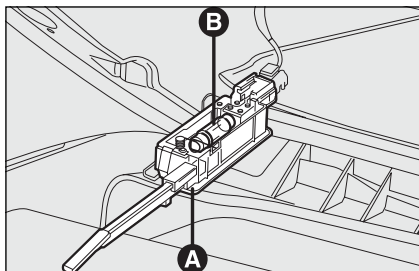

fig. 44
- open het dashboardkastje en verwijder de lampunit **A-fig. 44**;